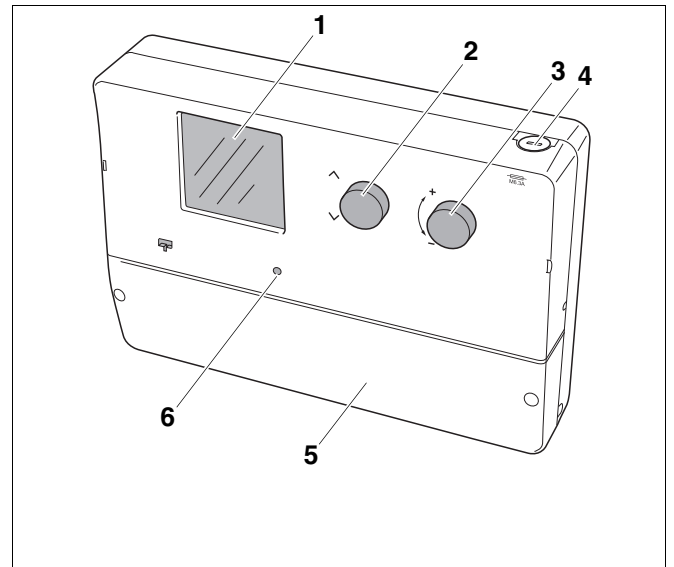

Abb. 6 Bedienelemente des Regelgerätes
- Display (Abb. 6, **Pos. 1**) – zeigt aktuelle Betriebszustände und Temperaturen an, dient der übersichtlichen Bedienung
- Drehschalter „Wählen“ und „Einstellen“ (Abb. 6, **Pos. 2** und **3**) – über die Drehschalter wird das Regelgerät bedient
- Feinsicherung (Abb. 6, **Pos. 4**) – die Feinsicherung (6,3 A) dient der Absicherung des Regelgerätes
- Klemmenabdeckung (Abb. 6, **Pos. 5**) – muss bei der Montage abgenommen werden, um bauseitige Umwälzpumpen oder Fühler anschließen zu können
- Taste „Reset“ (Abb. 6, **Pos. 6**) – nach Drücken der Taste „Reset“ werden alle Einstellungen des Regelgerätes auf die Werkseinstellungen zurückgesetzt.